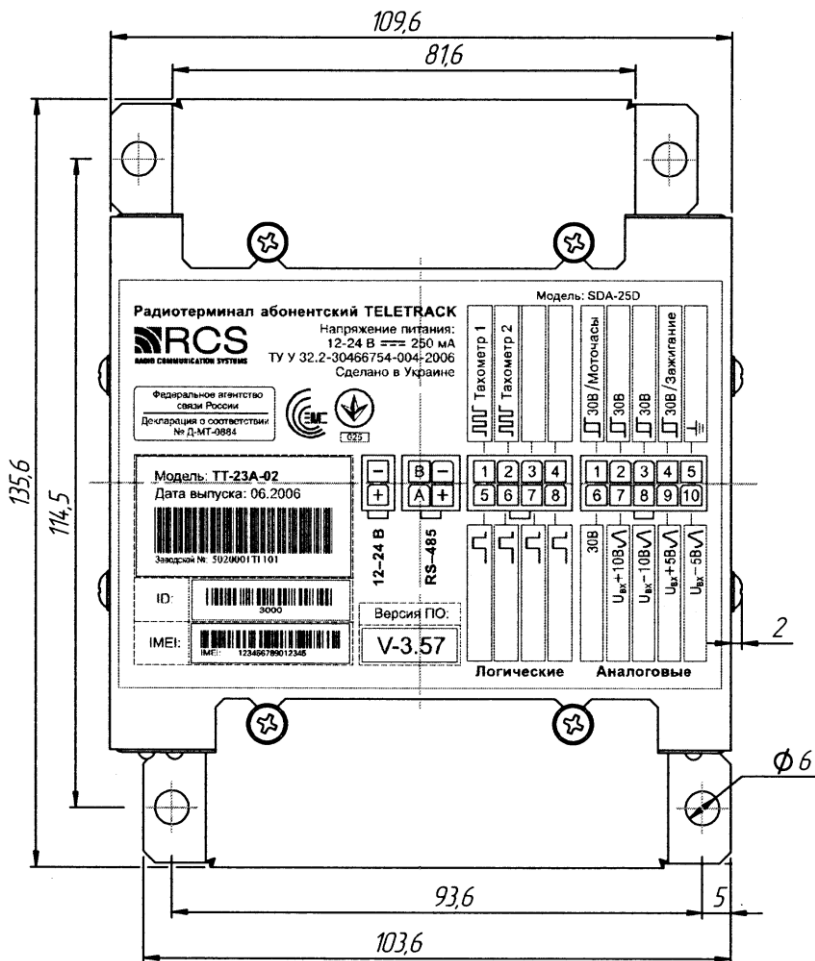

Рис. 2. Вид сверху, габаритные размеры и крепежные отверстия корпуса абонентского радиотерминала Teletrack.
Блок управления крепится с помощью четырех саморезов. Для этого в корпусе устройства предусмотрены крепежные отверстия (см. рис. 2).
- Через отверстие в стенке корпуса тонким стержнем нажать кнопку-толкатель, находящуюся возле держателя SIM-карты (см. рис. 2). Держатель должен разблокировать кассету для установки SIM-карты и частично вытолкнуть ее наружу корпуса устройства.
Исполнение на блоке управления разъемов для подключения антенн показано на рис.2. Для исключения ошибок на корпусе возле разъемов нанесена маркировка.